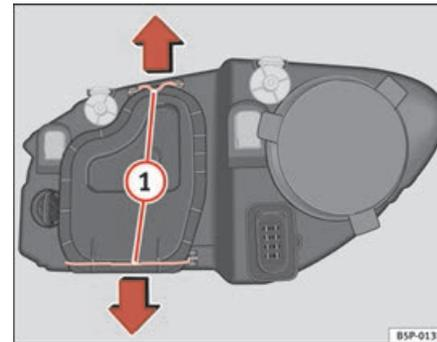

Fig. 188 Feux de croisement
- Déplacez les tirants ⇒ page 271, fig. 188 ① dans le sens de la flèche puis retirez le cache.